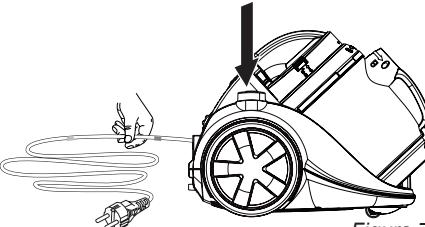

Figura 7
**!** Guíe el cable mientras que lo enrolla. De esta forma evita que el cable quede enredado o que el enchufe golpee contra la parte trasera del aparato. Coja el cable en la mano a la altura de la marca y procure que se enrolle de forma controlada dejándolo correr entre sus dedos, véase la figura 7.